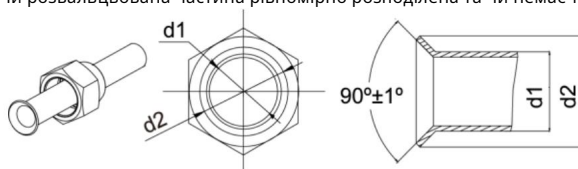

Рис. 4.9
- (1). Розріжте з'єднувальну трубу труборізом та видаліть задирки.
- (2). Тримайте трубу опущеною вниз, щоб запобігти потраплянню стружки в трубу.
- (3). Зніміть конусні гайки на запірному клапані зовнішнього блоку та всередині пакета з аксесуарами внутрішнього блоку, потім вставте їх у з'єднувальну трубу, після чого розвальцюйте з'єднувальну трубу за допомогою розвальцювального інструменту.
- (4). Перевірте, чи розвальцьована частина рівномірно розподілена та чи немає тріщин (див. рис. 4.9).